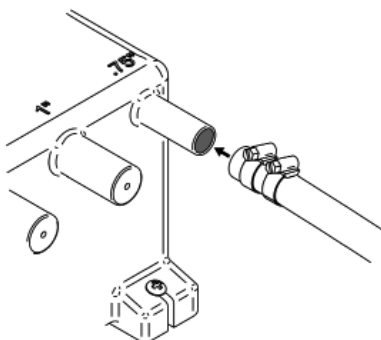

Figura 8 Fijación de la manguera al puerto del tanque
Paso 5: Fije todas las mangueras en los puertos seleccionados utilizando abrazaderas de manguera adecuadas, como se muestra en la Figura 8. Compruebe que no se hayan producido fugas. No apriete excesivamente las abrazaderas de manguera.